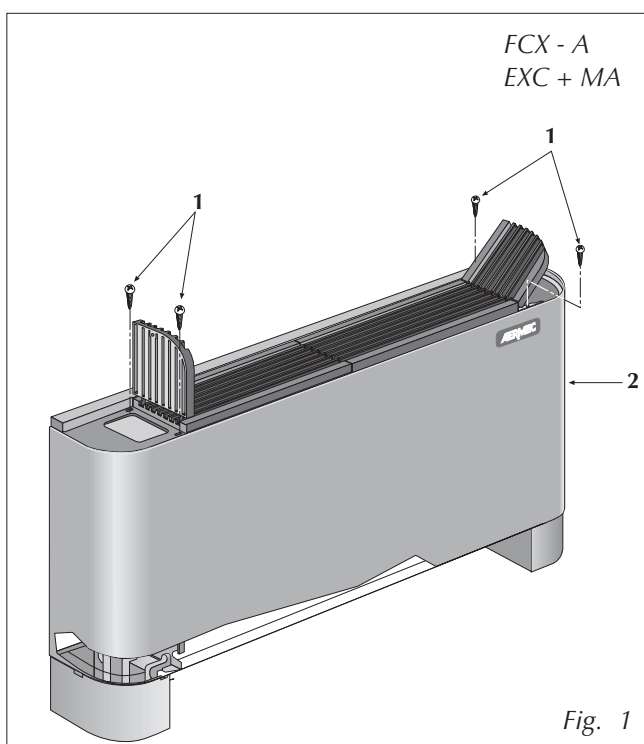

Fig. 1
per versione FCX - A, FCD estrarre il filtro dell'aria, togliere le quattro viti (1 fig. 1 e 3) che fissano il mantello al frutto e sfilare il mantello di copertura (2).
FCX version - A, FCD: extract the air filter, remove the four screws (1 fig. 1 and 3) securing the housing shell to the contact block, then slide off the cover (2).
pour version FCX - A, FCD, extraire le filtre de l'air, retirer les quatre vis (1 fig. 1 et 3) fixant la carrosserie au châssis et dégager la carrosserie (2);
bei Version FCX - A, FCD den Luftfilter entnehmen, die vier Schrauben lösen (1 Abb. 1 und 3), die die Verschlussplatte an der Anschlußhalterung befestigen und die Verkleidungsplatte (2) herausziehen.